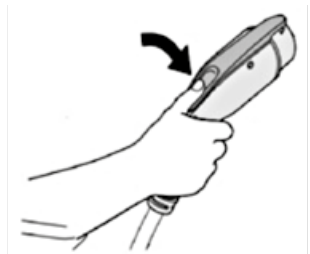

Abb. 6-7 Ladestecker entnehmen
- Nehmen Sie den Ladeadapter aus dem Halter wie in Abb. 6-7.